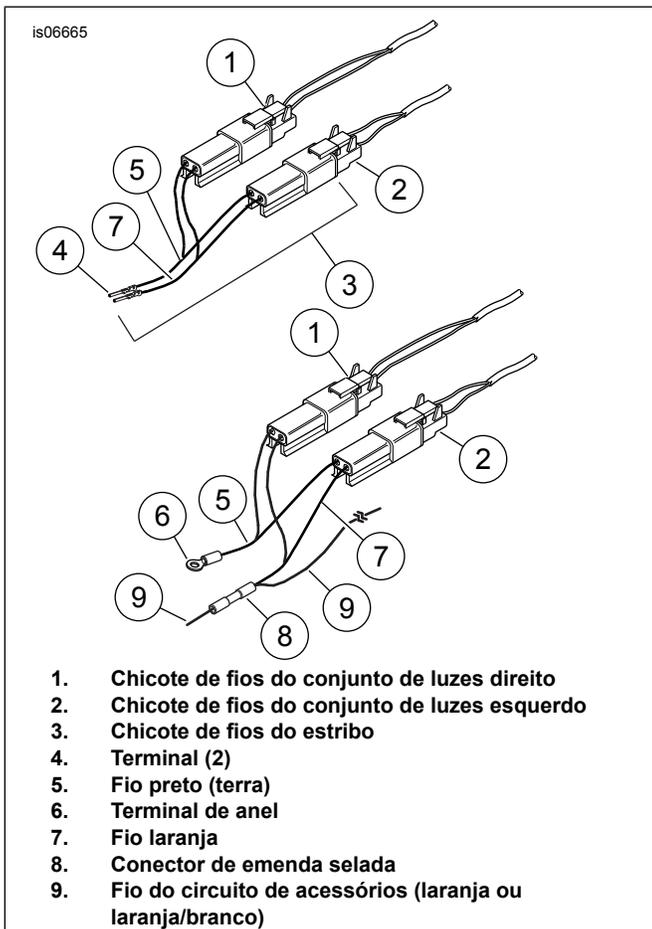

Figura 11. Conexões elétricas - Todos os modelos ano 1993 e posteriores e modelos Softail ano 2010 e anteriores
1. Veja Figura 11. Conecte o chicote de fios do conjunto de luzes direito (1) e esquerdo (2) ao chicote de fios do estribo (3) fornecido no kit.
2. Corte o terminal existente dos fios pretos (5), o mais próximo possível do conector. Desencape uma seção de 10 mm (3/8 in) de isolamento da extremidade de cada fio a ser emendado e instale um terminal de anel (6) fornecido no kit.
3. Conecte o terminal de anel (6) a um pino de aterramento localizado embaixo do assento.